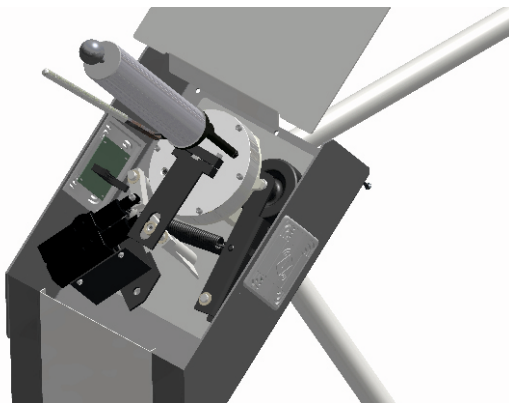

Рисунок 34. Заливка демпферной жидкости
- 2 Закрутите в одно из отверстий шприц-нагнетатель через переходник (рис. 34).